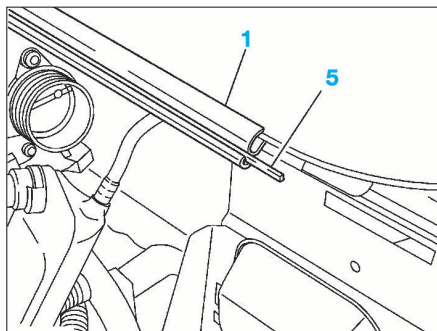

FIG. 124
- Enlever les baguettes plastique (5) des profilés (1) (Fig.124).